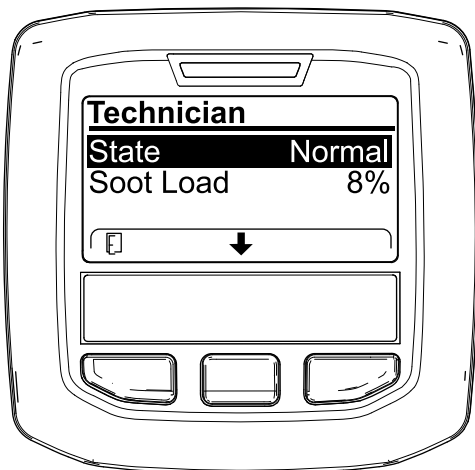

Рисунок 61
- Используйте рабочую таблицу по фильтру DPF, чтобы понять текущее состояние работы DPF (Рисунок 61).